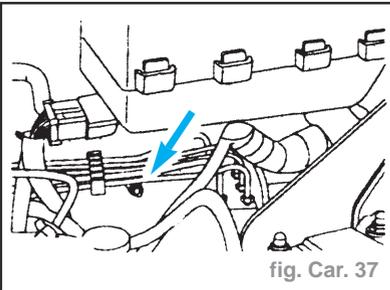

fig. Car. 37
- Dévisser l'écrou dans le compartiment moteur. (fig. Car. 37)